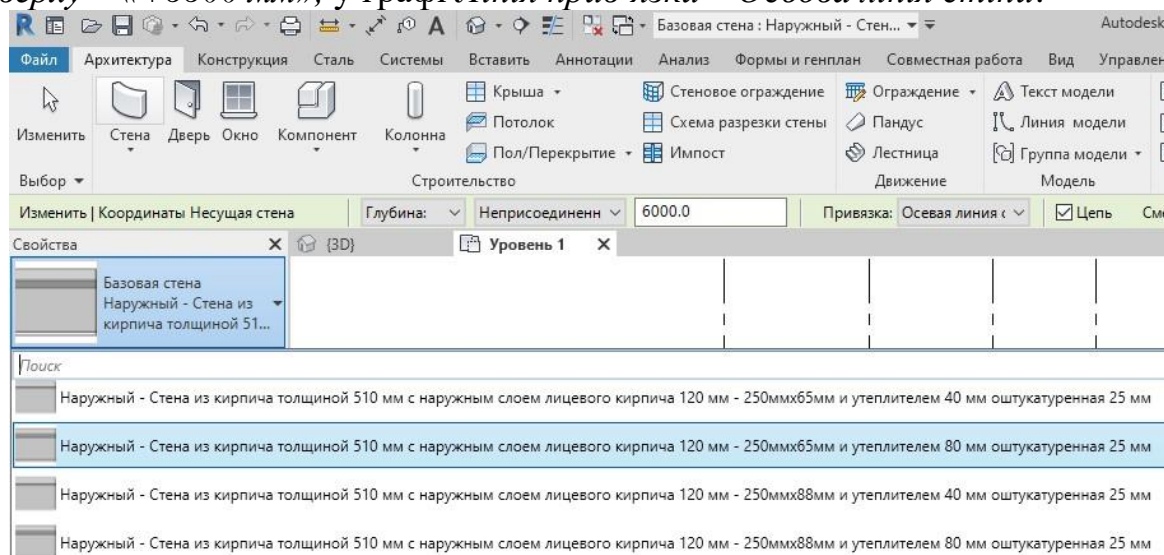

Рис. 2.10. Вибір типу зовнішньої стіни
- в вікні *Властивостей* оберіть тип стіни *> Стіна з цегли товщиною 510 мм з зовнішнім шаром з облицювальної цегли 120x250x65 мм і утеплювачем 80 мм оштукатурена 25 мм*, рис. 2.10;